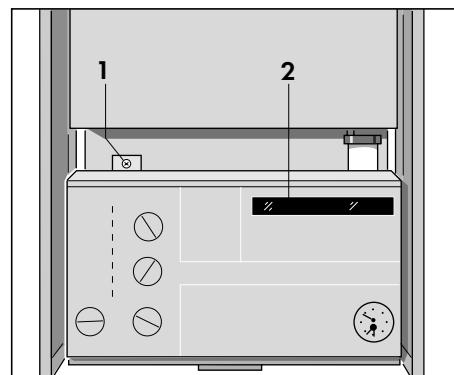
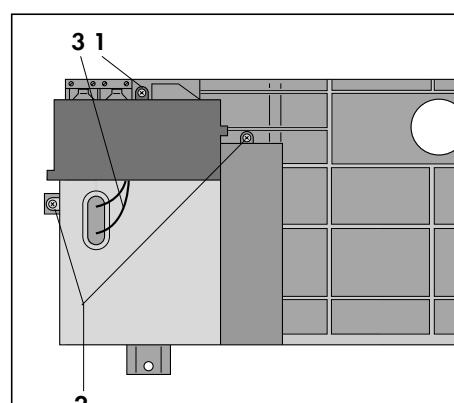

Рис. 5.1
Рис. 5.2
Отвернув крепежный винт (1, рис. 5.1), откинуть панель управления вниз. На крышке клеммного шкафа вывинтить шуруп (1, рис. 5.2) и снять крышку.
Важно: убедиться в том, что все провода проходят через соответствующие вводы на клеммном шкафу и прочно закреплены зажимными скобами. Обратить внимание на то, чтобы кабель электропитания был подключен так, чтобы при натяжении, в случае выскальзывания проводников из зажима, фазный, а затем нулевой проводники были вытянуты из зажима раньше защитного проводника. После монтажа вернуть на место крышку клеммного шкафа и вернуть панель управления в нормальное положение, закрепив ее винтом (1, рис. 5.1).
- Отвернуть винт (1, рис. 5.1) и откинуть панель управления;